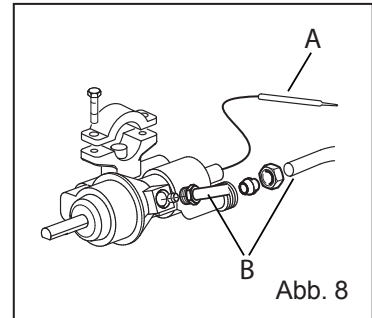

Abb. 8
- Thermostat-Kugel von der Halterung abschrauben (Abb. 8/A)
- Anschlüsse für Gaszufuhr und Gasausgang abschrauben (z.B. Abb. 8/B)